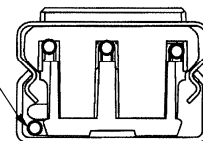

Fig. 10
7. Conectar los cables de alimentación con el haz de cableado C (Fig 1) de la PLUGTRAK^{MR} metálica, empleando métodos aprobados. Conectar "negro con negro, blanco con blanco, verde o conductor desnudo con verde, (rojo con rojo en la PLUGTRAK^{MR} metálica multifilar de 4 conductores)" (figuras 1 y 14). Continuar con todos los haces de cableado de la PLUGTRAK^{MR} metálica; aislar los cables en los extremos (Fig.10); ver la nota 9 de Información general. Para la conexión a tierra aislada, ver la nota 9 de Información general y la figura 9.